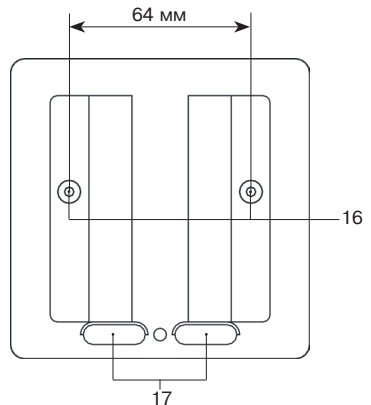

Рисунок 1 – Блок управления системой
Основание корпуса с печатной платой представлены на рис. 1 б).
В основании корпуса имеются отверстия (17) для ввода проводов, а также выламываемые крепежные отверстия (16) для монтажа на стене (рис. 1 в).
8.9 По необходимости закрепите БУ, вскрыв отверстия в основании корпуса (рисунок 1 в).